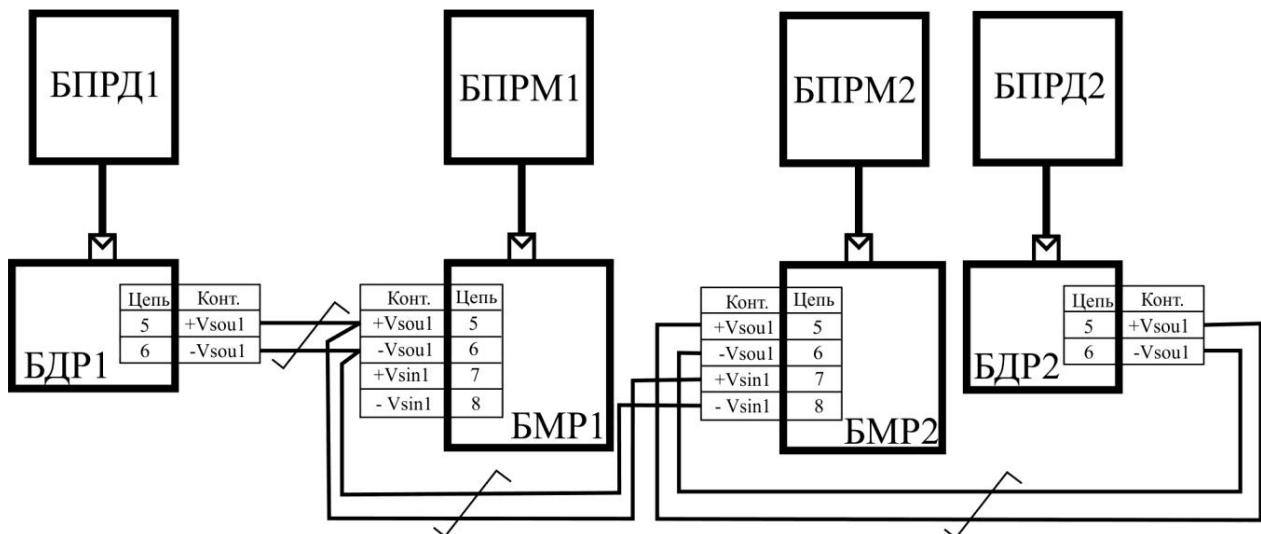
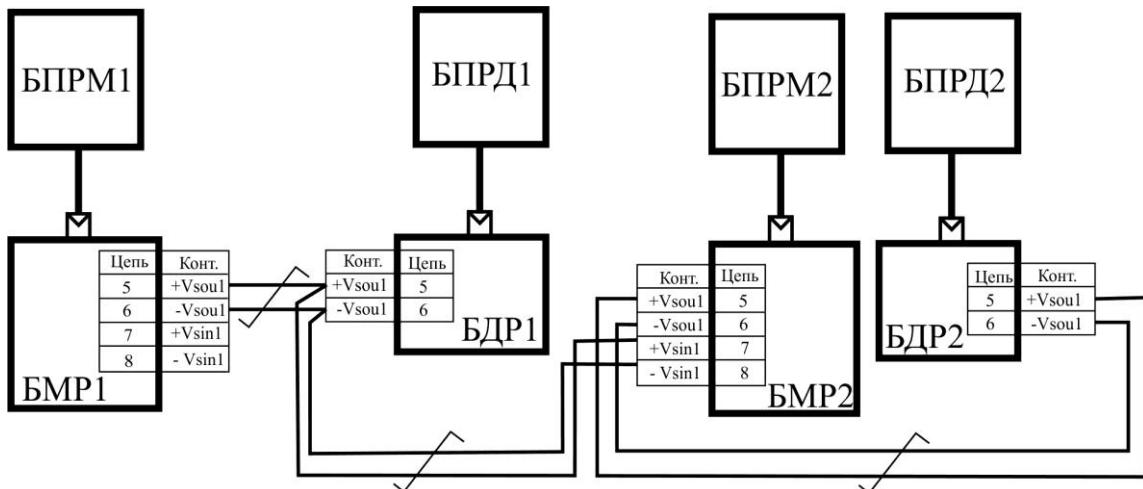

Рис.6.13
Рис.6.14
6.3.5.5 Для проводной синхронизации, при засветке посторонними радиопередающими устройствами (о чем свидетельствует частые «ложные» тревоги), необходимо включить взаимную синхронизацию. При этом активный выход +/-Vsou (БМР1 или БДР1) ведущего извещателя подключается к входу +/-VSin ведомого извещателя (БМР2) (вблизи смежного БПРМ1 см. рис. 6.13 или в исключительных случаях, БПРД1 рис. 6.14). Подключение должно проводиться витой парой проводов, пригодных для эксплуатации в данном регионе.